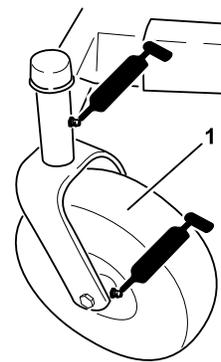
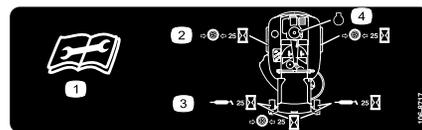

Figura 22
Figura 23
3. Limpie con un trapo los puntos de engrase (Figura 22) y (Figura 23). Asegúrese de rascar cualquier pintura que hubiera sobre los puntos de engrase.
4. Conecte una pistola de engrasador a cada punto de engrase (Figura 22 y Figura 23). Bombee grasa hasta que empiece a rezumar grasa de los cojinetes.